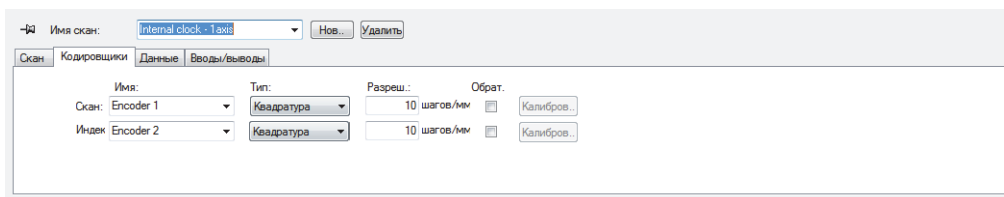

Рис. 5-14 Окно Мехнич. настройки и скан. — Вкладка Кодировщики для двухкоординатного сканирования с кодировщиком
3. Во вкладке **Кодировщики** (Рис. 5-14 на стр. 179) выполните следующее: